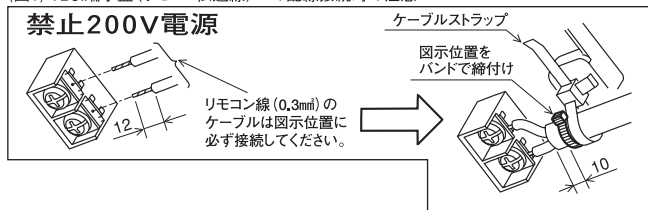

図2)
- ※1:下図は、内外接続線(AC200V仕様)が電源と信号の重畳方式の配線図を示します。内外別受電方式の工事をした場合は、図2になります。本機の電源方式については、電気配線工事の際に貼り付ける注意ラベル(付属品同梱)を参照してください。